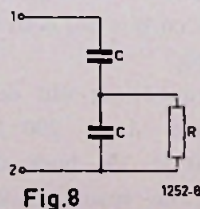

Fig. 8
2. Gegeven een capacitieve spanningsdeler met gelijke condensatoren, zoals getekend is in fig. 8.